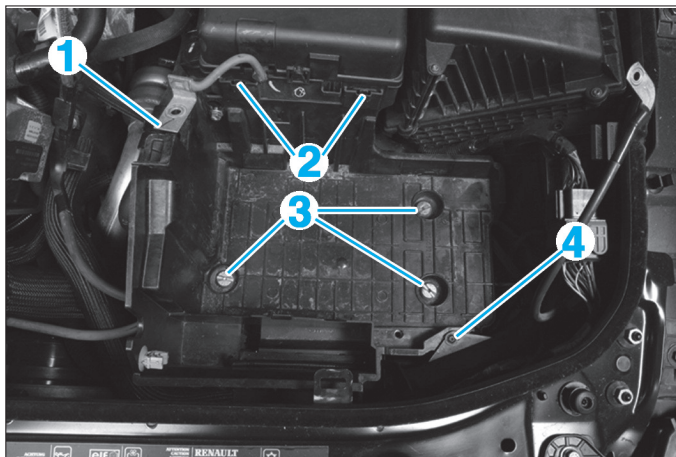
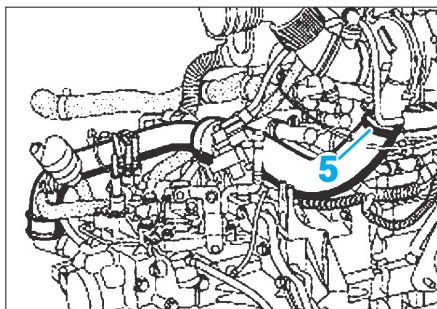

FIG. 5
FIG. 6
- l'électrovanne de régulation du turbocompresseur (1) (Fig.5),
- le boîtier interconnexion moteur (2).
- les vis de fixation (3) du bac à batterie,
- la vis de fixation (4) du conduit d'air,
- Desserrer le collier (5) du conduit d'air entre le turbocompresseur et le boîtier filtre à air (Fig.6).